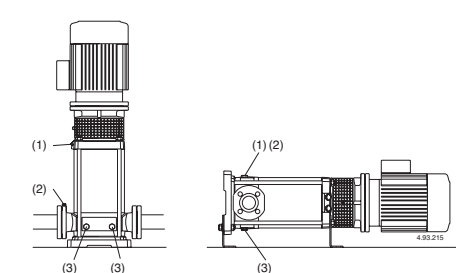

Fig. 4d(1) Llenado y purga
(2) Purga aspiración
(3) vaciado
Con el **nivel de agua en aspiración por encima de la bomba**, (funcionamiento bajo carga, fig. 3B), llenar la bomba abriendo lentamente y completamente la compuerta del tubo de llegada teniendo la compuerta de la impulsión abierta y también los agujeros de purga (1), (2) (fig. 4d) para hacer salir el aire.
Cerrar los agujeros de purga (1), (2) (fig. 4d), para MXV-B, MXV(L) 25-32-40-50 y MXV(L) 4 25-32-40-50. Atornillar los tornillos tipo pasador (17.17) del tapón de vaciado (14.12) (fig. 4b), y cierre el orificio de purga (14.04).